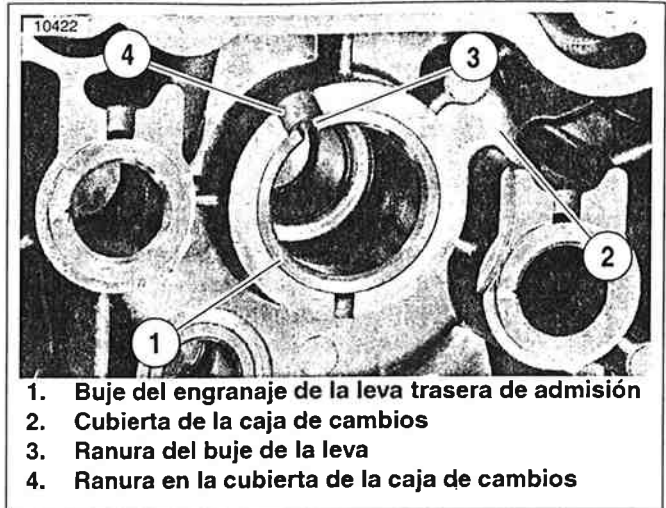

Figura 3-84. Buje trasero del engranaje de la leva de admisión instalado en la cubierta de la caja de cambios
1. Vea la Figura 3-84. Coloque el buje (1) sobre el diámetro interior en la cubierta de la caja de cambios (2) con el borde biselado hacia abajo y la ranura hacia arriba. Alinee la ranura en el buje con la ranura en la protuberancia en la cubierta de la caja de cambios. Presione el buje en el diámetro interior de la cubierta hasta que quede al mismo nivel que la protuberancia en la cubierta.